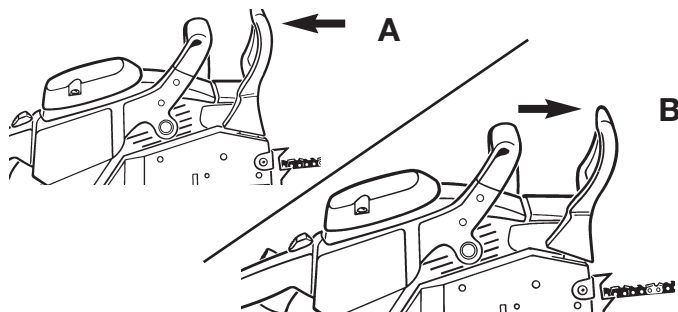

Fig. 30
1. Le Chain Brake® est DECLENCHE (position de désengagement; la chaîne bouge) quand le levier de frein est repoussé vers l'arrière et bloque (Fig. 30).
2. Le Chain Brake® est ENCLENCHE (la chaîne est arrêtée) quand la manette du frein est repoussée vers l'avant. Vous ne devez pas pouvoir faire bouger la chaîne (Fig. 30).